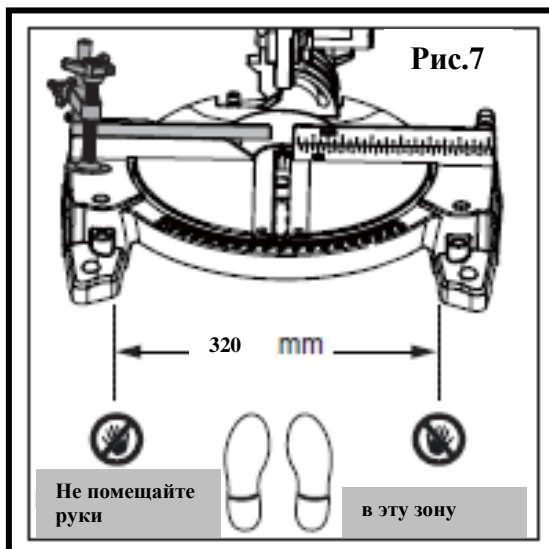

Рис.7
**Схема расположения ног и тела оператора (рис.7).**